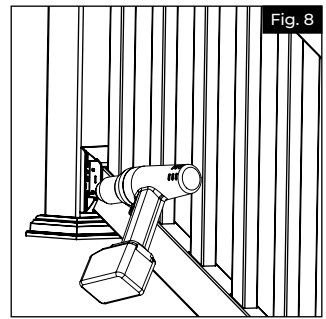

Fig. 8
- Asegúrese de que el soporte esté centrado en el poste. A continuación, con una broca de $\frac{1}{8}$ ", taladre el primer agujero para el tornillo del soporte inferior a través del agujero del soporte y el poste (utilice los cuatro agujeros de las esquinas exteriores) (Fig. 8).